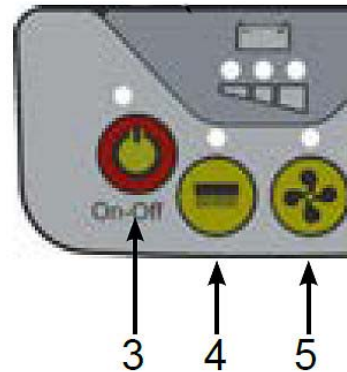

Abb. 29: Vorwaschen
- Schritt 1: Schalten Sie die Maschine ein (Pos.3,Abb.29).
- Schritt 2: Betätigen Sie den Bürstenschalter (Pos.4,Abb.29).
- Schritt 3: Betätigen Sie die Taste des Saugmotors (Pos.5,Abb.29) um die Absaugung auszuschalten.